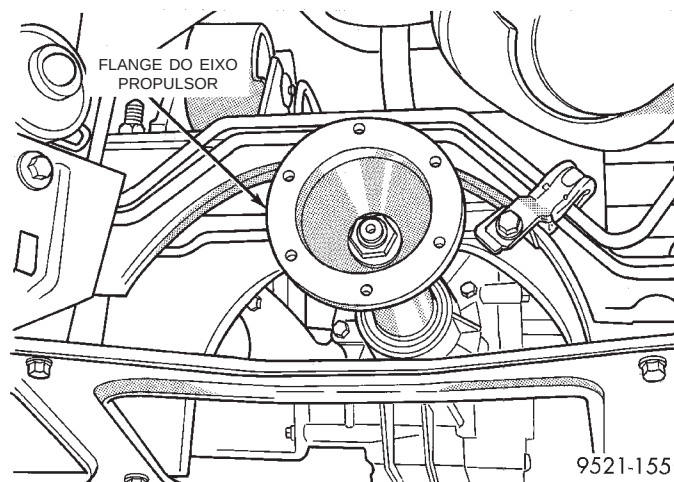

Fig. 7 Flange do Eixo Propulsor
- (2) Remova o eixo propulsor dianteiro direito. Instale um plugue no orifício de vedação do eixo propulsor direito. Consulte o Grupo 2, "Suspensão", para remover ou instalar a porca do cubo da roda e o eixo propulsor direito.
- (3) Marque o flange dianteiro da árvore de transmissão.
- (4) Separe a árvore de transmissão do conjunto do P. T. U. (Fig. 7).